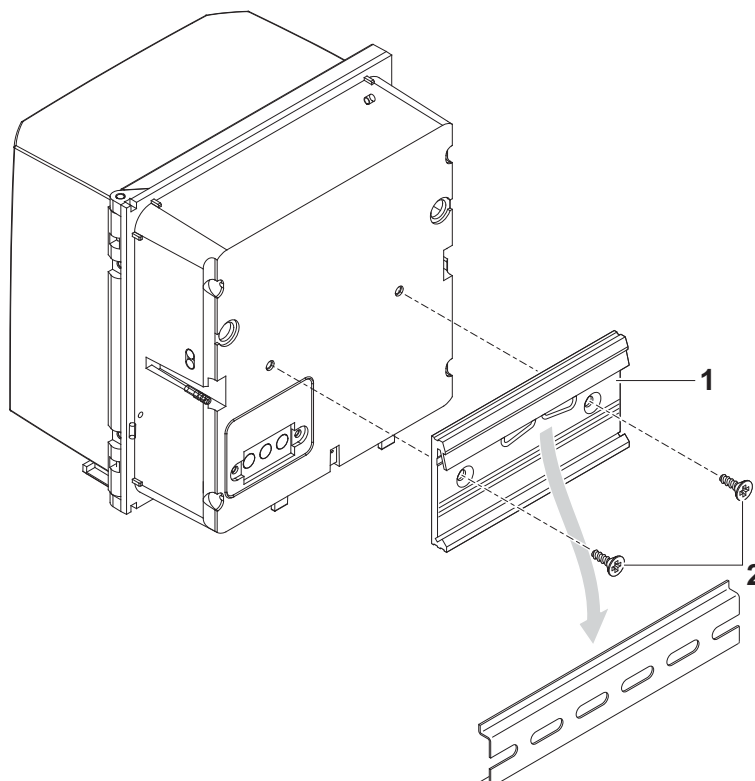

figure 3-22 Montage du DIQ/S 281 sur rail profilé
- 1 Visser la fixation à agrafes (pos. 1 figure 3-22) avec les deux vis autotaraudeuses en matière plastique (pos. 2) au dos du transmetteur universel.